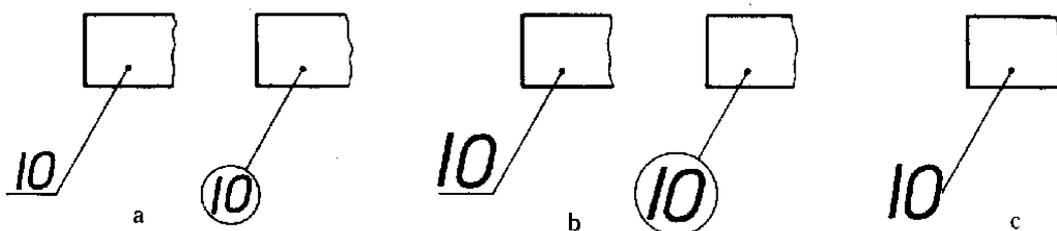

图 1
3.1.1 在指引线的水平线(细实线)上或圆(细实线)内注写序号，序号字高比该装配图中所注尺寸数字高度大一号(图 1 a)。
3.1.2 在指引线的水平线(细实线)上或圆(细实线)内注写序号，序号字高比该装配图中所注尺寸数字高度大两号(图 1 b)。
- 3.1.3 在指引线附近注写序号，序号字高比该装配图中所注尺寸数字高度大两号(图 1 c)。
3.4 指引线应自所指部分的可见轮廓内引出，并在末端画一圆点，见图 1。若所指部分(很薄的零件